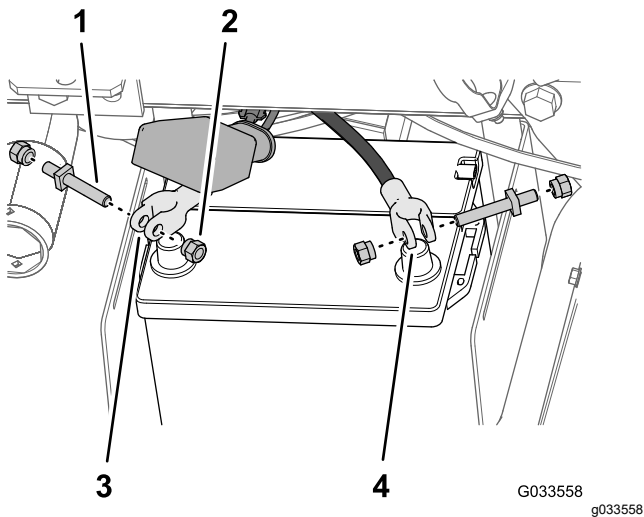

图 30
5. 将端子螺栓和紧固螺母松松地组装到正极和负极电池接线夹上图 30。